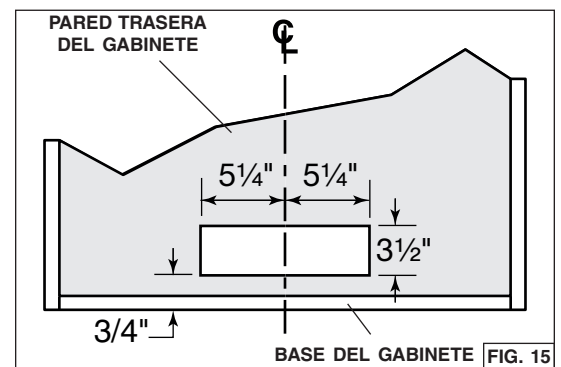

FIG. 15
8. Corte el orificio para la salida horizontal a través de la pared trasera del gabinete usando las dimensiones indicadas. (FIG. 15).